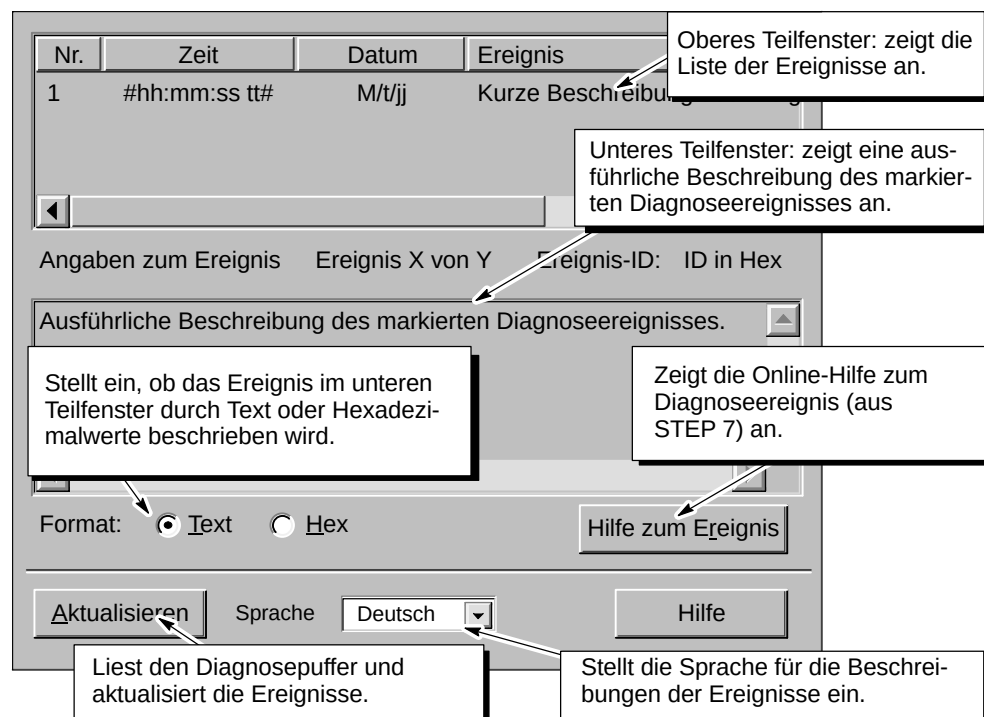

Bild 7-2 Elemente des DBuffer Control
Wie Sie in Bild 7-2 sehen, bietet das DBuffer Control folgende Elemente:
- **Enable Sort:** Ist dieses Kontrollkästchen aktiviert, kann der Anwender die Diagnoseereignisse sortieren, indem er auf die Kopfzeilen der Spalten des Diagnosepuffers (Nr., Zeit, Datum oder Ereignis) klickt (siehe Bild 7-2).